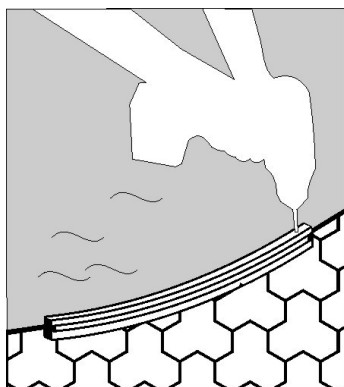

Abb. 3.6
Die am „C“ Profil (1) von oben nach unten gebohrten senkrechten Löcher werden mit einem Bohrer (6mm) auf die Beckenumrandung übertragen (Abb. 3.6).